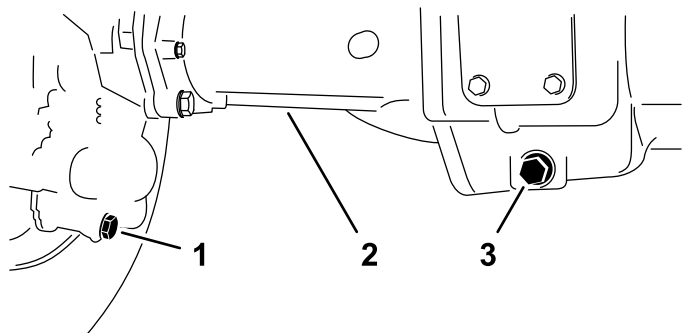

Figure 144
2. Nettoyez la surface autour des 3 bouchons de vidange (Figure 144) – 1 sur chaque carter d'engrenage conique (à l'extérieur des carters de pont) et 1 sur le carter d'engrenage central.
3. Retirez chaque bouchon de vidange (Figure 144) et laissez s'écouler l'huile dans un bac de vidange.